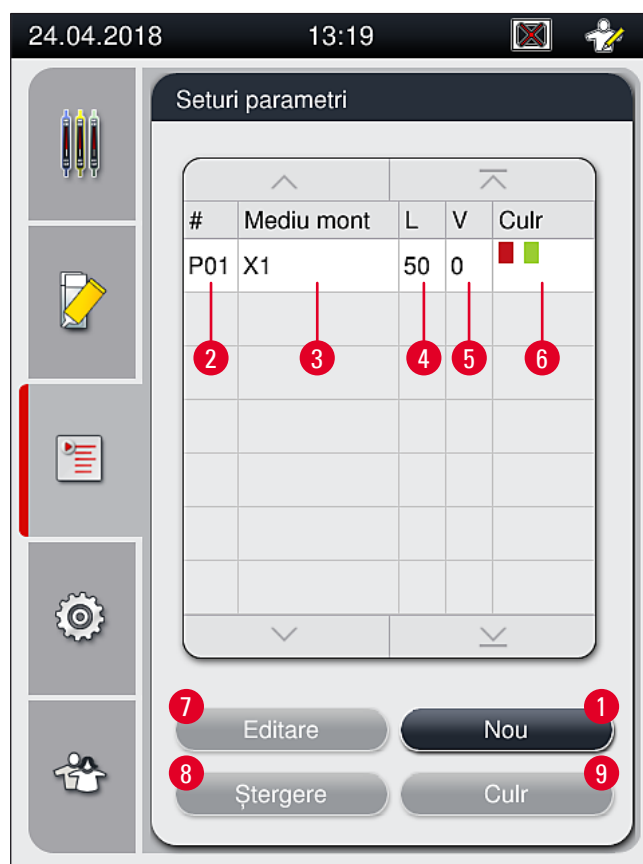

Fig. 42
- Meniul seturi de parametri (→ Fig. 42) îi permite utilizatorului să creeze noi seturi de parametri, să modifice seturile existente sau să atribuie o culoare de cadru stativ pentru un set de parametri. Crearea sau modificarea unui set de parametri presupune un status de utilizator **Supervizor** și este posibilă exclusiv dacă nu există stativ în instrument, iar instrumentul este în repaus.
✓ Setul de parametri nou creat este salvat acum și poate fi selectat din meniul setului de parametri (→ Fig. 42).